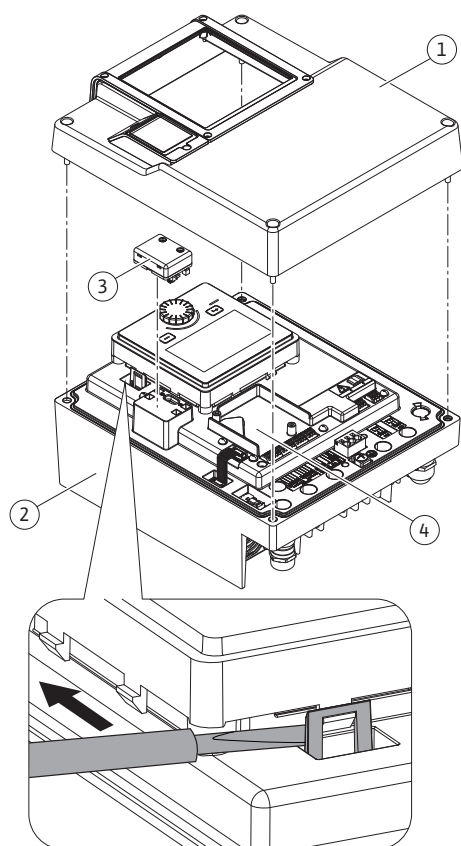
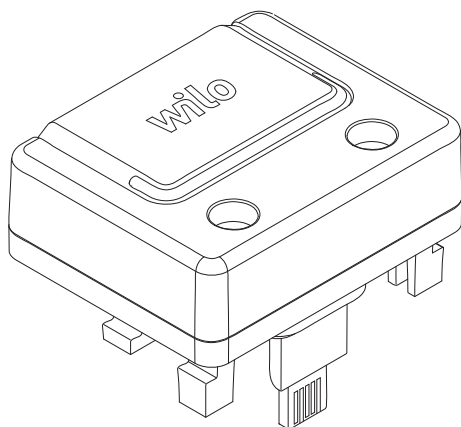

Fig. 26: Modul electronic
Fig. 27: Modul Wilo-Smart Connect BT
Interfața Bluetooth a modului Wilo-Smart Connect BT (Fig. 26, Poz. 3 și Fig. 27) servește la conectarea la dispozitive mobile, precum telefoane smartphone și tablete. Funcția Wilo-Smart Connect se află în aplicația Wilo-Assistant. Cu funcția Wilo-Smart Connect, pompa poate fi operată și reglată, iar datele pompei pot fi citite. Pentru setări, a se vedea capitolul „Punerea în funcțiune” [► 45].
1. Slăbiți patru șuruburi de pe partea superioară a modului electronic (Fig. 26, Poz. 1; Fig. I, Poz. 2).
3. Conectați modulul Wilo-Smart Connect BT la interfața prevăzută Wilo-Connectivity Interface. A se vedea Fig. 26, Poz. 3.
Modulele CIF (accesorii) servesc la comunicarea dintre pompe și sistemul de management al clădirii. Modulele CIF sunt conectate la modulul electronic (Fig. 26, Poz. 4)